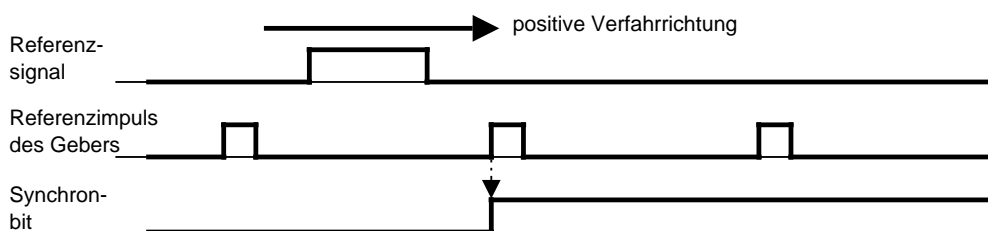

Bild 15.18 Lage des Referenzpunkts (Synchronbit 0 --> 1) hinter dem Referenzsignal
- Wechselt das Referenzsignal vor dem Erreichen des Referenzimpulses wieder von "1" nach "0", wird nur dann synchronisiert, wenn nach der fallenden Flanke des Referenzsignals positive Verfahrrichtung erkannt wurde (--> Bild 15.18).